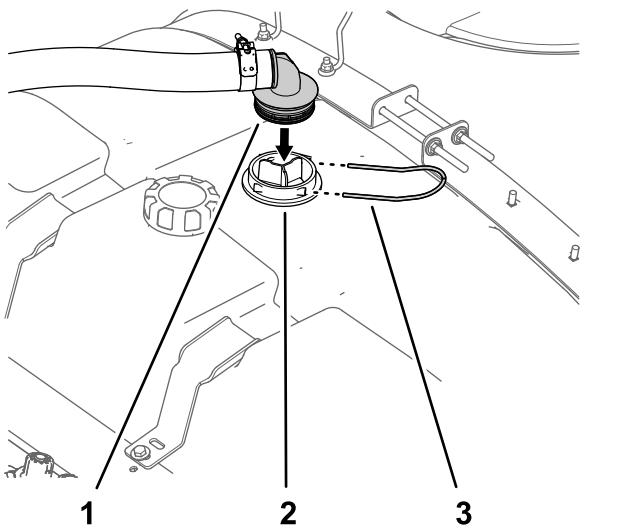

**Figura 17**
1. Inserte el acoplamiento dentado de 90° de la manguera de aspiración en el alojamiento del filtro de aspiración hasta que el acoplamiento esté totalmente asentado (Figura 17).
2. Fije el acoplamiento dentado de 90° en el alojamiento del filtro de aspiración con la horquilla de retención (Figura 17).